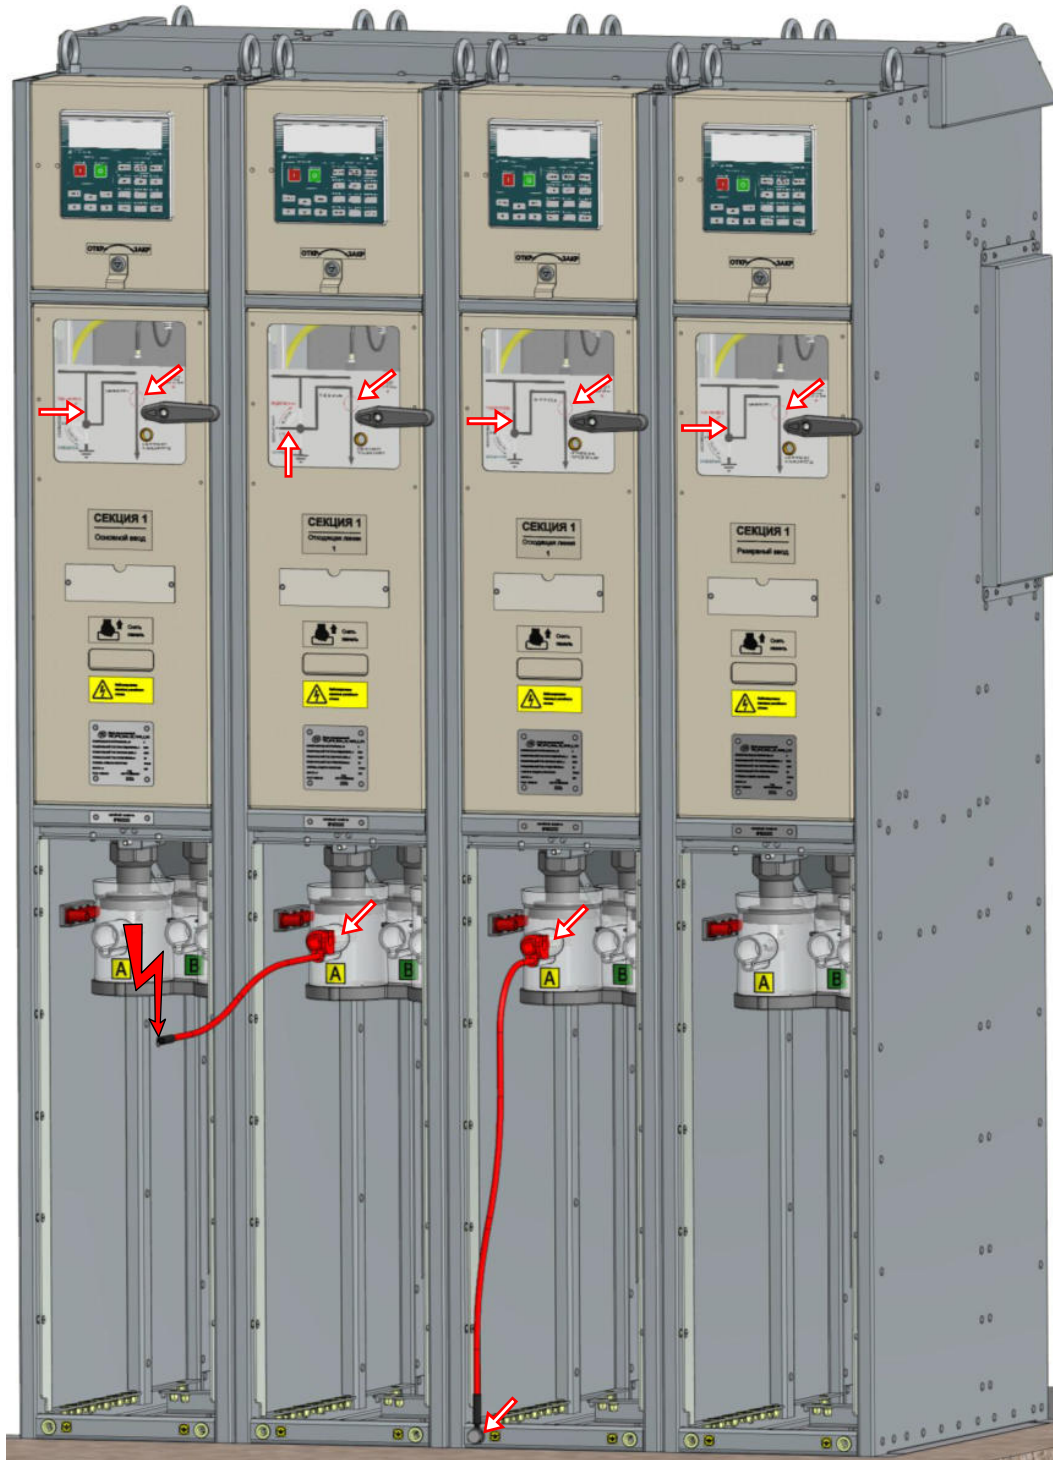

Рис.5.10. Проверка воздушного промежутка разъединителя
2. Установить во всех шкафах секции (кроме проверяемого) разъединитель в положение «Подключено», в проверяемом шкафу установить разъединитель в положение «Изолировано», указано стрелками, рисунок 5.10. Включить все выключатели секции.